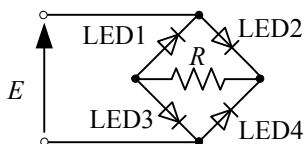

図5-1 LEDブリッジ
- 図5-1のようにLEDでブリッジを構成すること。抵抗 R は $100\ \Omega$ にすること。